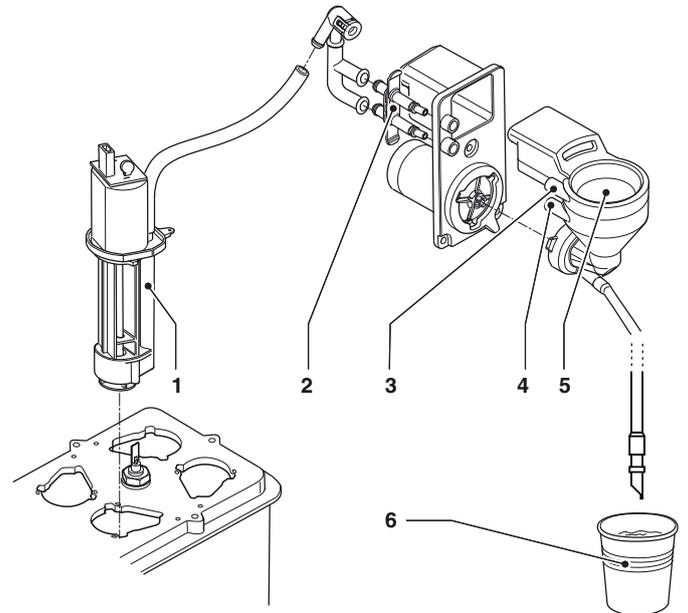

Abb. 35
- die Pulvertrichter, Wasserleitungen, Trichter der Pulverbehälter und Flügelräder aus den Mixern ausbauen (siehe Abb. 35);